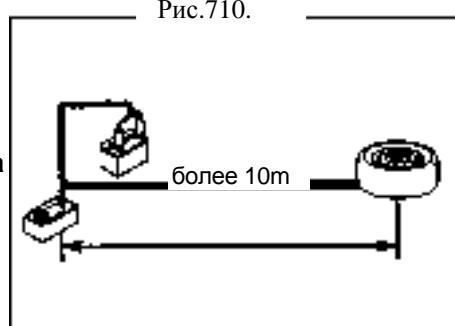

Рис.710.
(1) Подключите красный зажим специального инструмента к положительному контакту батареи, черный – к отрицательному
(2) Убедитесь в отсутствии людей в радиусе 10 м вокруг натяжителя (рис.710).
(3) Нажмите переключатель специального инструмента и взорвите натяжитель ремня безопасности.